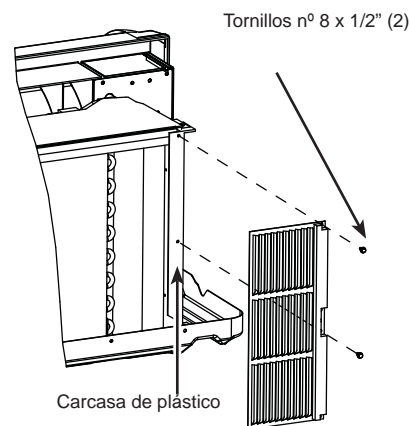

Figura 2
- Monte la parrilla del lado derecho como se muestra en la Figura 2, asegurándose de que la junta de gomaespuma mire hacia afuera del chasis. Instale dos (2) tornillos autorroscantes nº8 x 1/2" en la carcasa de plástico (lado derecho de la unidad al mirar en la parte trasera de la unidad) para asegurar la misma.